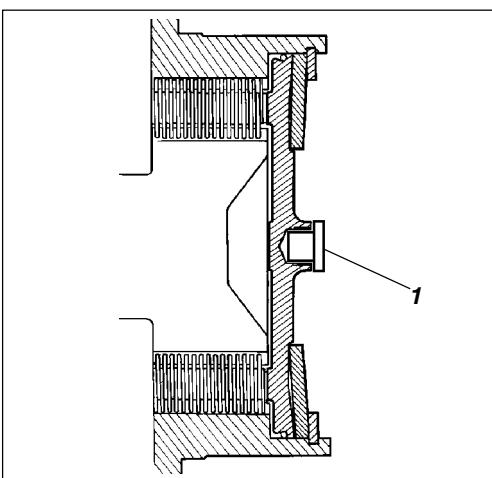

Рис. 38 Корпус тормоза
1. Удалить центральную пробку (1) (рис. 38) с помощью отвертки.
2. Выкрутить приспособление (1) из резьбового отверстия. Установить приспособление (1) в центральное отверстие, закручивая винт (2), пока оно не дойдет до dna отверстия. Затянуть до упора гайку (3) на приспособлении, после чего тормоза будут отключены.
4. По окончании буксировки открутить гайку. Тормоза восстанавливаются. Открутить приспособление и установить его на место. Установить на место центральную пробку (1), которая защищает резьбовое отверстие от грязи и ржавчины.